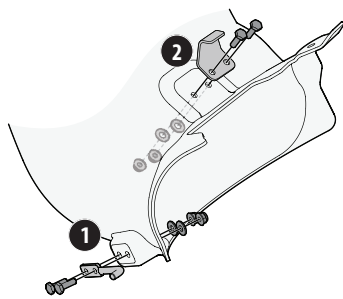

Figura 19
- Desde afuera del maletero, alinee la varilla de montaje (747-09890) y dos tornillos de cabeza hexagonal (710-3015) con los orificios del frente de la base y sujete desde el interior del maletero con dos arandelas planas (1751) y dos tuercas de seguridad con brida (712-04064) del paquete de herrajes 689-02579. Consulte (1) en la Figura 19.
- Desde afuera del maletero, alinee la varilla del maletero (783-11968) y dos tornillos de cabeza hexagonal (710-3015) con los orificios en la parte superior del maletero y sujete desde el interior con dos arandelas planas (1751) y dos tuercas de seguridad con brida (712-04064) del paquete de herrajes 689-02579. Consulte (2) en la Figura 19.